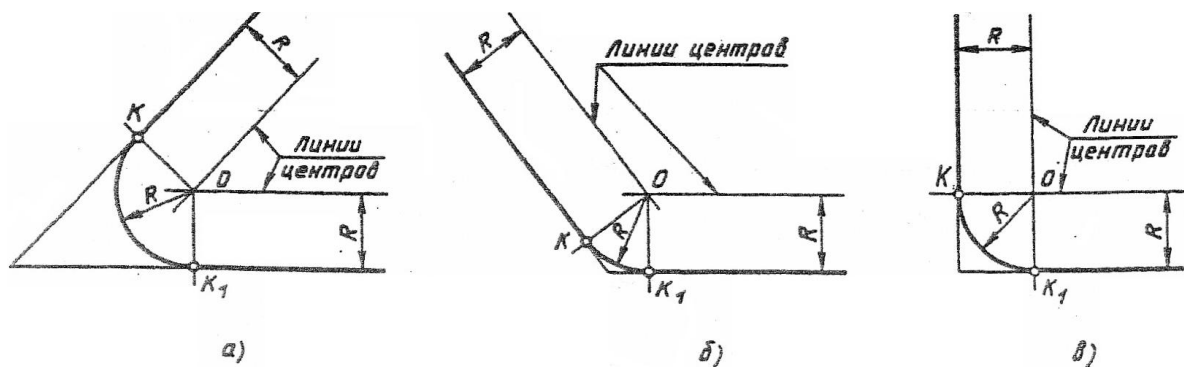

Рисунок 10 - Сопряжение пересекающихся прямых
**Сопряжением** называется плавный переход от одной линии в другую, (рис.10).